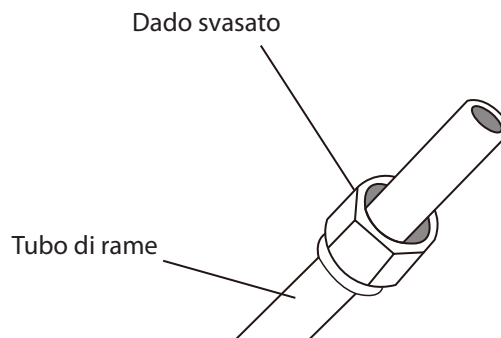

Fig. 5.3
3. Disporre un dado svasato a ogni estremità del tubo. Accertarsi che i dadi siano rivolti nella direzione corretta, perché dopo la svasatura non sarà più possibile applicarli o cambiarne la direzione. Vedere la Fig. 5.3.